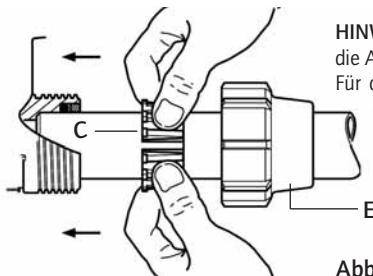

Abb. 2
- Die Anschlüsse (Abb. 2-E) und die Klemmringe (Abb. 2-C), auf das sauber abgeschnittene und abgeschrägte Rohr stecken (Einlass und Auslass).
- Das Rohr bis zum Anschlag in die Wasserein- und auslassöffnungen einführen (Abb. 2).
- Die Klemmringe beidseitig jeweils bis zum Anschlag schieben (Abb. 2-C).
- Die Anschlüsse anziehen (Abb. 2-E).
- Den Klemmring in seine korrekte Lage bringen. Dazu den Schlitz (Abb. 2-C) mit beiden Daumen aufziehen, damit der Kleber nicht abgeschaht wird. Anschließend die Anschlüsse anziehen.